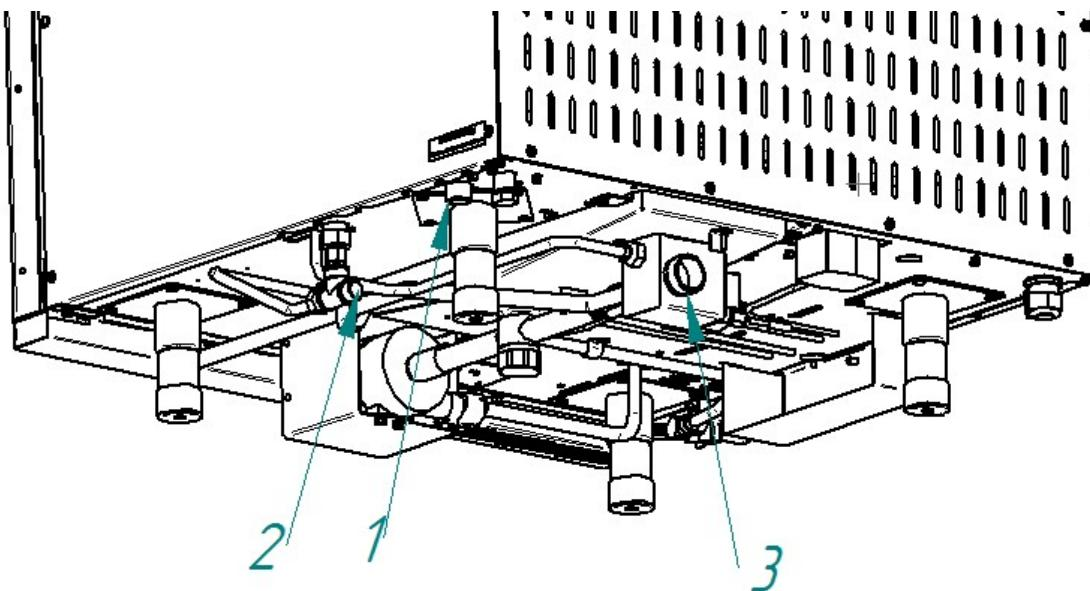

Рис. 4. Подключение к системе водоснабжения
- G3/4 (см. рис.4 поз.1 (наружная резьба)) – парогенератор. Подключать через водоумягчительную установку (водородно-ионного обмена). Рекомендуется использовать фильтр BRITA PURITY C300 Quell ST.
- G1/2" (см. рис.4 поз.2 (наружная резьба)) – душевое устройство и охлаждение коллектора. Допускается подключать к неподготовленной воде.
- установить кран слива бойлера (см. рис.4 поз.4) в положение «Закрыто»;
- используя шланг из комплекта поставки, подключить пароконвекторомат к системе канализации (см. рис. 15). Шланг подключить через штуцер с резьбой G1¼" (рис.4 поз.3). Подключение к канализации выполнить с разрывом струи не менее 20мм от верха приемной воронки (СНиП 2.04. 01-85 п. 17.11).